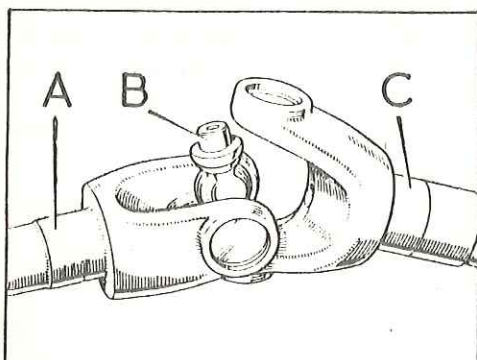

Fig. F-22 Desmontaje de la sección exterior del semieje
1.5. Separar las dos secciones del semieje (Fig. F-22).